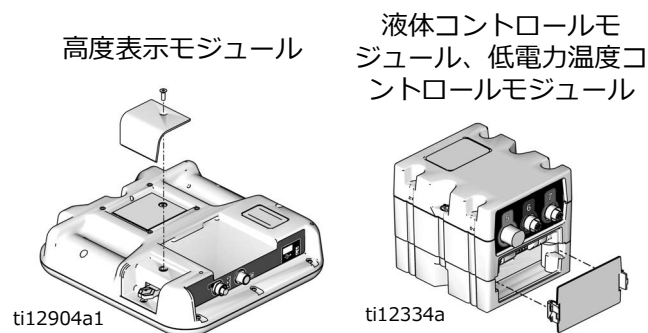

図 46: アクセスパネルの取り外し
2. トークンアクセスパネルを取り除きます。図 46 を参照してください。